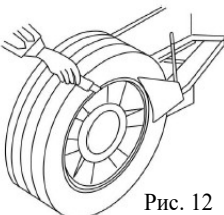

Рис. 12
**ПРИМЕЧАНИЕ:** Перед подводом отжимной лопатки смажьте обод смазкой при помощи кисти. В противном случае борт покрышки будет изнашиваться (рис. 12)